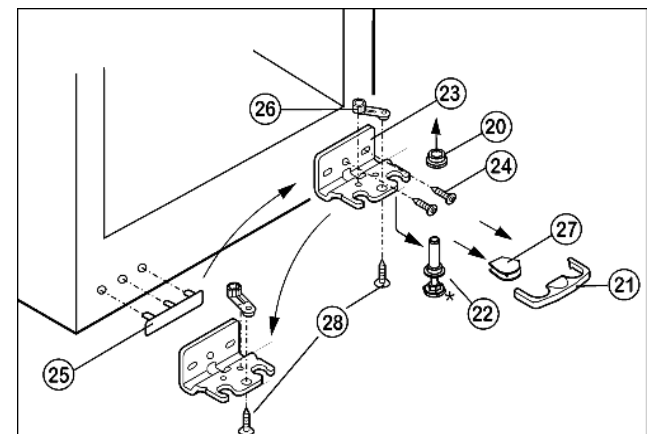

Fig. 5
- Beveiliging Fig. 5 (21) naar voren toe wegnemen.
- Afdekking Fig. 5 (27) verwijderen.*
- Lagerbout Fig. 5 (22) naar beneden en naar voren uittrekken. Let hierbij op de scharnierbus Fig. 5 (20).
- Lagerbus Fig. 5 (23) afschroeven (2 x Torx 25) Fig. 5 (24).
- Lagerdeel Fig. 5 (26) afschroeven (1 x Torx 25) Fig. 5 (28) en in de tegenoverliggende opening van de lagerbus omzetten, opnieuw vastschroeven.
- Afdekking aan de kant van de handgreep Fig. 5 (25) voorzichtig optillen en omplaatsen.
- De lagerbus Fig. 5 (23) weer vastschroeven op de nieuwe scharnierkant, doorheen het buitenste lange gat en ronde gat. Gebruik hiervoor eventueel een accuschroevendraaier.
- ▶ Afdekking *Fig. 5 (27)* aan de tegenoverliggende kant plaatsen.*
- ▶ De beveiliging (21) moet aan de zijkant van de lagerbus inklikken, zodat de lagerbus en dus ook de deur is geborgd.
- ▶ Beveiliging (21) op lagerbus weer inklikken.
- ▶ Scharnierbus *Fig. 5 (20)* opzetten.
- ▶ Plaats de deur van boven op de lagerbout beneden *Fig. 5 (22)*.
- ▶ Middelste schroef aan de lagerbus *Fig. 5 (23)* beneden in het vrije langgat omplaatsen.
- ▶ Eventueel de deur via de twee langgaten in de lagerbus beneden *Fig. 5 (23)* in één lijn met de behuizing van het apparaat uitlijnen.